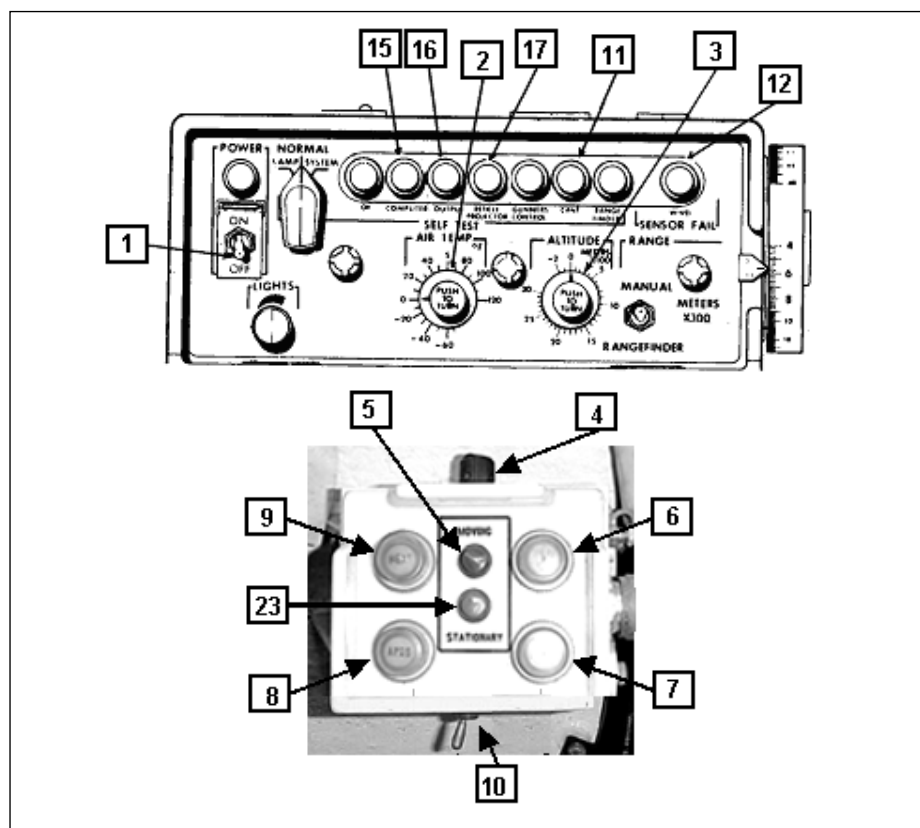

Fig 4-53. Unidade de controle do At e unidade seletora de munição
a. Modo normal- Empregado quando o sistema de controle de fogo principal estiver totalmente operante, ou seja, todos os componentes do sistema estiverem funcionando normalmente. (Fig 4-53)
(1) Assegurar-se que a tecla de força(1) da unidade de controle do At esteja desligada, antes de ligar o motor.
(2) Ligar e aquecer o motor. Manter a rotação entre 800 e 900 RPM, a menos que as condições táticas e climáticas determinem o contrário. Verificar o eliminador de alma e camisa térmica. Limpar os periscópios, colocar o assento na posição baixa e ligar a chave geral das baterias.
(3) Levantar a proteção da chave e ligar a tecla de força(1) na unidade de controle do At.
(4) Realizar o auto-teste do computador.
(5) Introduzir a percentagem de vida restante do tubo, através do ajuste de vida restante, no computador.
(6) Estimar e introduzir a temperatura ambiente (+/- 10º.F), usando o botão de controle da temperatura do ar (2).
(7) Estimar e introduzir a altitude do local no computador, usando o botão de controle da altitude (3).
(8) Realizar o auto-teste do telêmetro laser(LRF).
(9) Girar o controle de brilho(4) para ajustar o brilho em ambas as unidades seletoras de munição.
(10) Empurrar os botões indicadores HEAT(5), HEP/WP(6), FSDS(7) ou APDS(8), conforme o uso. É importante lembrar que a munição selecionada pode sofrer alteração involuntária quando ocorrer queda de corrente ou quando se liga/desliga o computador.
b. Modo degradado - Empregado quando o sistema de controle de fogo principal(SCFP) não estiver totalmente operante, ou seja algum dos componentes do sistema, como por exemplo o telêmetro laser e o computador não estiverem funcionando. Os procedimentos a serem adotados para a execução do tiro no modo degradado variam de acordo com o componente que estiver inoperante. (Fig 4-53 e 4-54)
(1) Se o indicador de inclinação lateral (CANT)(11) acender, indicando pane, selecionar a chave movimento/estacionário para movimento(9) e continuar operando.
(2) Se o indicador de vento lateral (WIND)(12) acender: